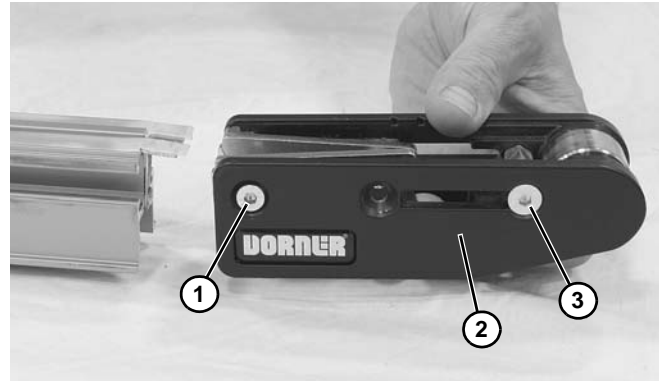

Figura 58
2. Afloje el tornillo (Figura 58, artículo 1) en ambos lados del transportador. Retire el cabezal tensor (Figura 58, artículo 2) del transportador.
3. Quite los tornillos de sujeción (Figura 58, artículo 3).